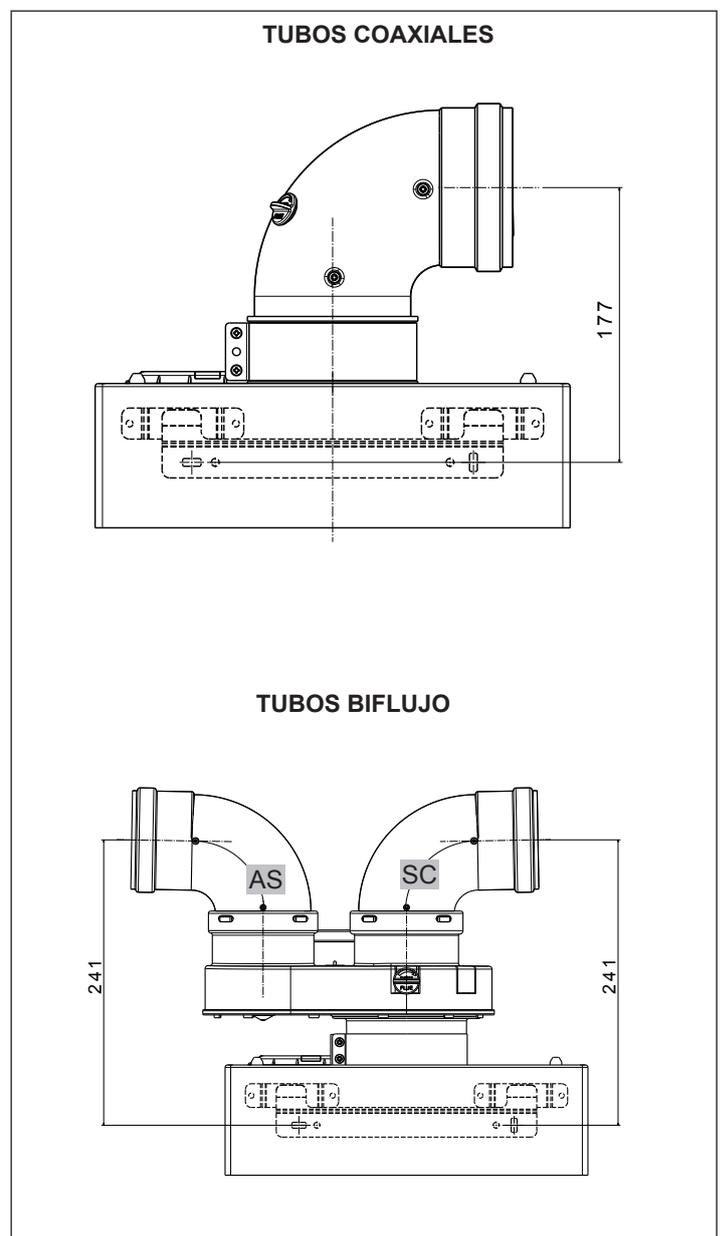

Fig. 9 - Dimensiones descargas tipo C
En esta configuración, los conductos para la admisión y la evacuación se separan: la entrada de aire de combustión se lleva a cabo en el exterior de la habitación (AS) y la descarga de los productos de la combustión (SC) en la chimenea. (ver fig. 9)